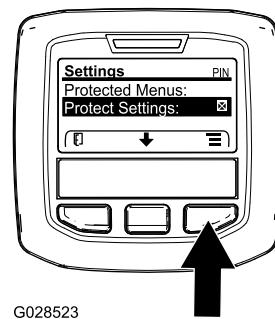

Figure 74
**Remarque:** S'il n'y a pas de X dans la case à droite de l'option Réglages protégés, l'accès aux sous-menus pour Rampe G, Rampe C, Rampe D et Restauration des réglages par défaut n'est pas bloqué par le code PIN (Figure 74).
**Remarque:** Un X apparaît dans la case à droite de l'option Paramètres protégés (Figure 74).